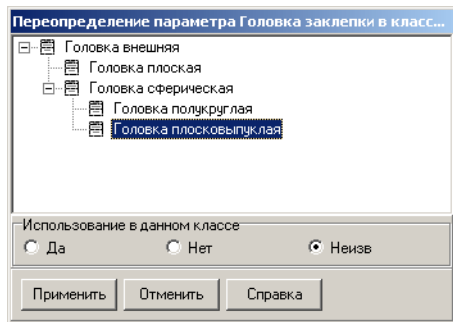

Рис. 4.129.
5. Дважды щелкните левой клавишей мыши по атрибуту *Головка заклепки*. Откроется окно переопределения параметра, в котором показан список допустимых типов атрибута (рис. 4.129).